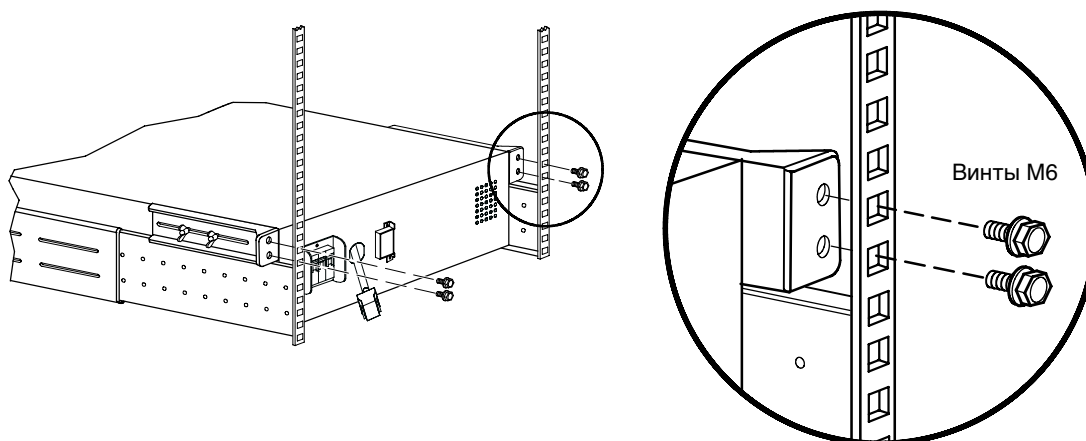

Рисунок 10. Крепление дополнительных сейсмоустойчивых кронштейнов EBM
16. При установке дополнительных сейсмоустойчивых кронштейнов закрепите кронштейны дополнительного батарейного модуля на стойке с помощью четырех крепежных М6, как показано на рис. 10.